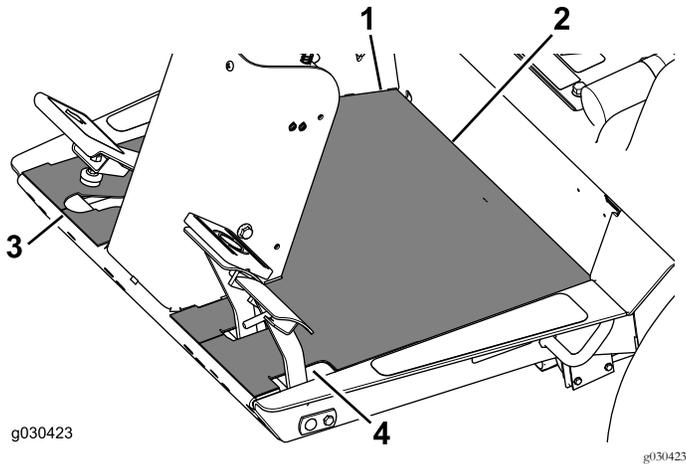

Figura 22
4. Alinee el borde trasero de la lámina del suelo en el borde donde la carcasa del operario se junta con la placa de protección (Figura 22).